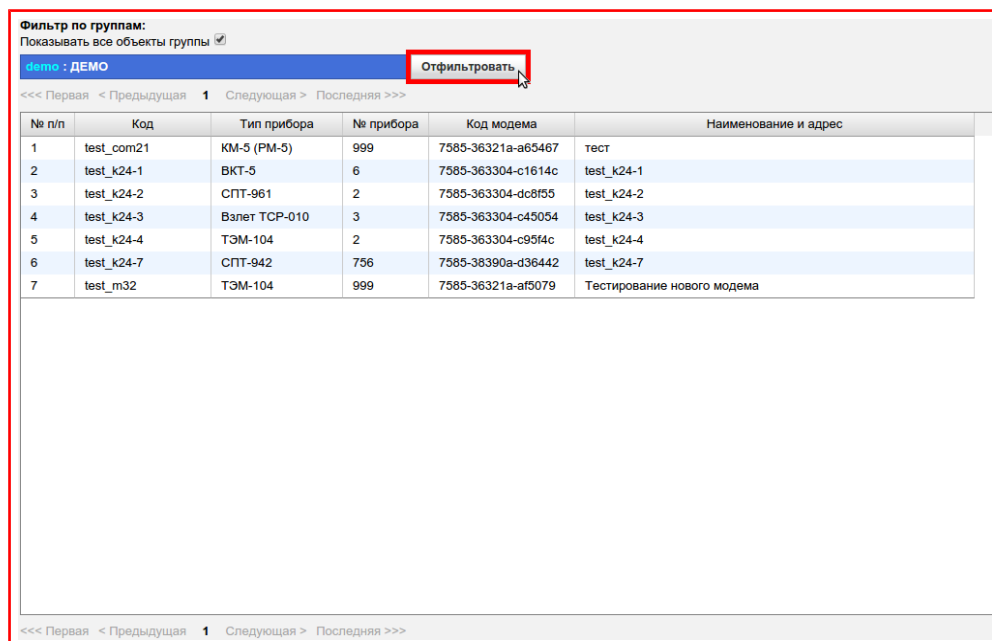

Рисунок 10.7 — Кнопка «Отфильтровать»
- 2) Нажать на кнопку **«Отфильтровать»**, рисунок 10.7.